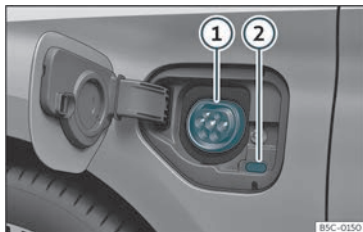

Fig. 202 Detrás da tapa de carga da batería na parte dianteira esquerda: Toma de carga
»» **fig. 202**
- Co vehículo desbloqueado, ao premir a tapa de carga da batería esta abrírase »» **fig. 202**.